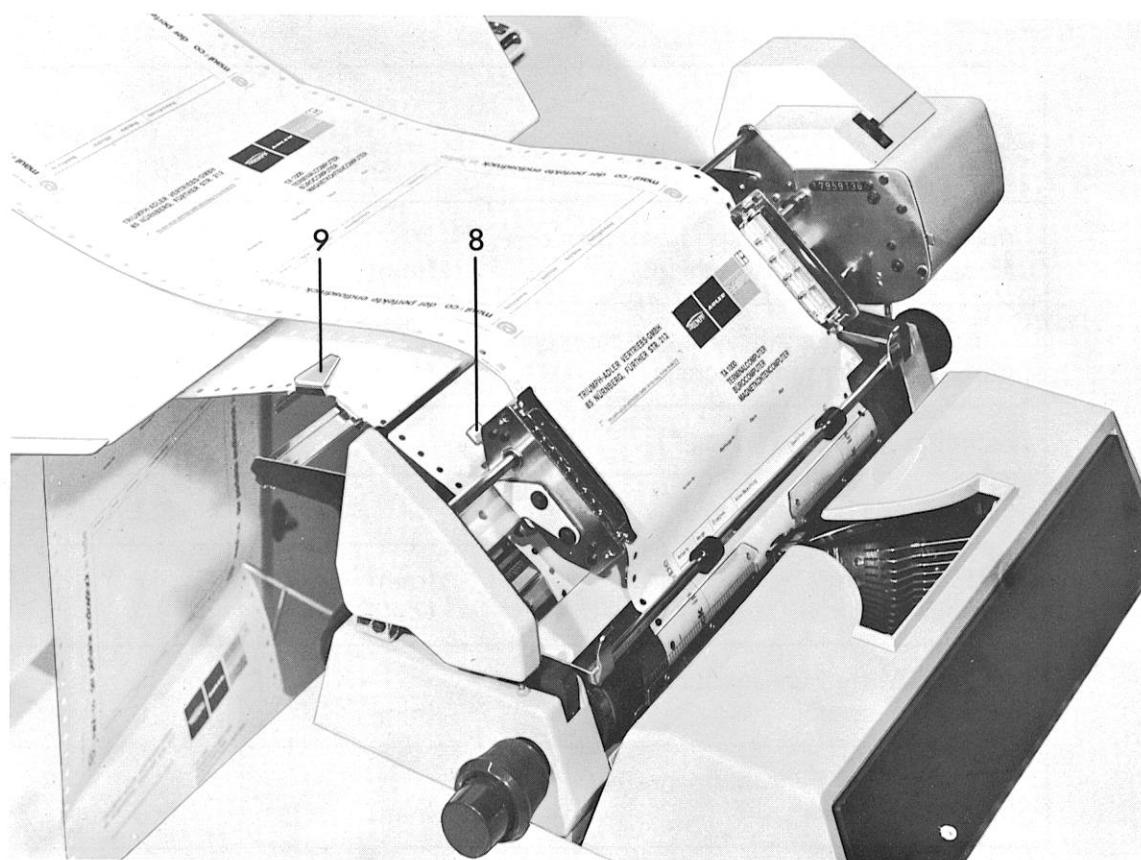
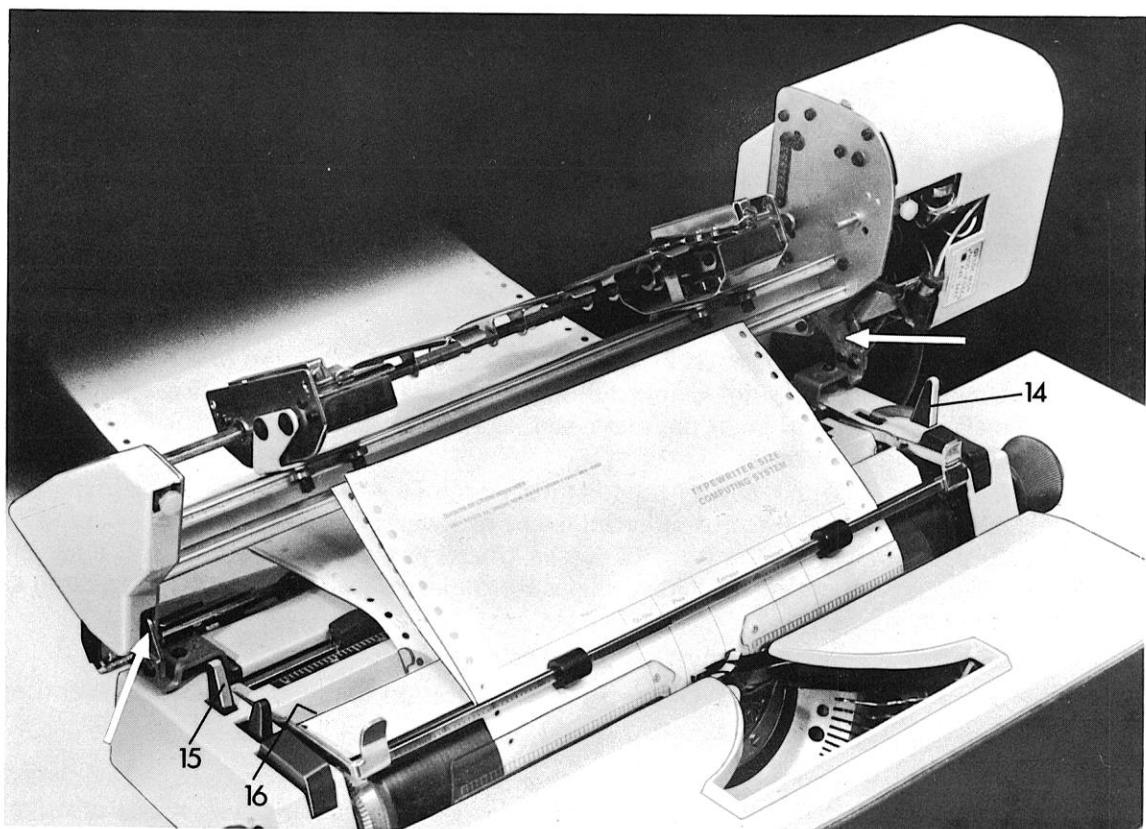

Abb. 9 Verarbeitung eines Endlosformulars in der EF
Abb. 11 Einführen eines Formulars
Entweder als **Endlosformular** über den Stachelbandantrieb der EF (siehe Abb. 9) **oder** als **Einzelformular** (Journal) über die Schreibwalze, wobei dann die EF abgenommen werden kann.
- 8) Rändelknopf (Traktoren-Verstellung) (s. Abb. 9)
- 9) Verstellbare Papierhalter (s. Abb. 9)
- 14) Papierlöser (auch Abb. 11)
- 15) Walzenlöser (s. Abb. 11)
- 16) Papierführungsschacht (s. Abb. 11)
- EF-Einrichtung in Schräglage (siehe Abb. 11) in die vorgesehenen Lagerpunkte (Pfeile) einsetzen.
Rändelknopf (8) Abb. 9
Papierhalter (9) Abb. 9
Papierlöser (14) Abb. 11
Walzenlöser (15) Abb. 11
Papierführungsschacht (16) Abb. 11
- Den Anfang des Endlosformulars über die Papierhalter (9) Abb. 9 legen und in Richtung Schreibwalze (Papierführungsschacht (16) Abb. 11) schieben.
- **Papierlöser (14) Abb. 11 und Walzenlöser (15) Abb. 11 betätigen, damit das Formular freien Durchlauf hat.**
- Rändelknöpfe (8) Abb. 9 lösen.
- Rändelknöpfe (8) Abb. 9 festziehen, wobei das Formular glatt, jedoch nicht gespannt zwischen den Traktoren liegen soll.
- Halteschrauben unter den Papierhaltern (9) Abb. 9 lösen.